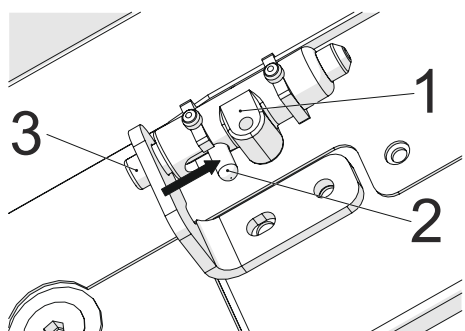

Fig. 8
2. ➤ For at afmontere kantsugpladen skal der forsigtigt trykkes på sikkerhedslåsen i pilens retning, hvorefter palen vil slippe kantsugpladen fri (Fig. 8).